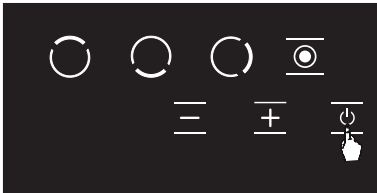

Abbildung 11
1. durch Berühren der **0** Taste kann der Herd abgeschaltet werden. (siehe Abb. 11)